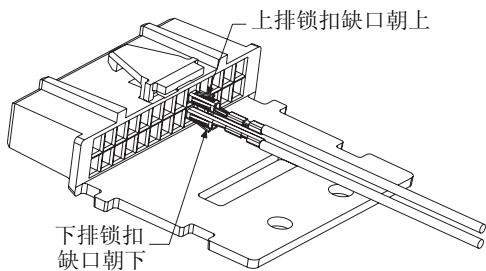

图2 接触端方向
7. 将触点插入附件接口上的 #9 和 #10 插孔位置，如 **图 2** 所示。